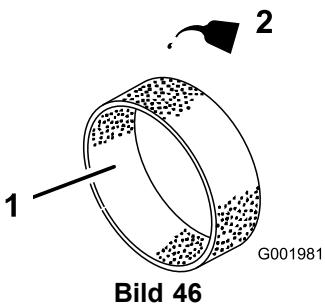

Bild 46
4. Tragen Sie 30 oder 60 ml des Öls auf das Element auf (Bild 46).